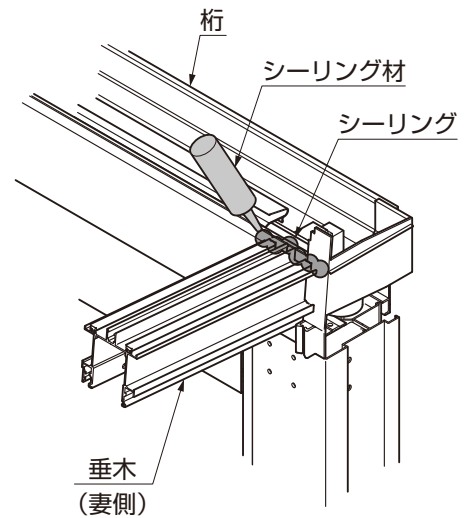

図6-8
- ①垂木を垂木組付金具に【1-9】で取付けてください。
- ②妻側の垂木と桁の接する上面にシーリングをしてください。(図6-8参照)